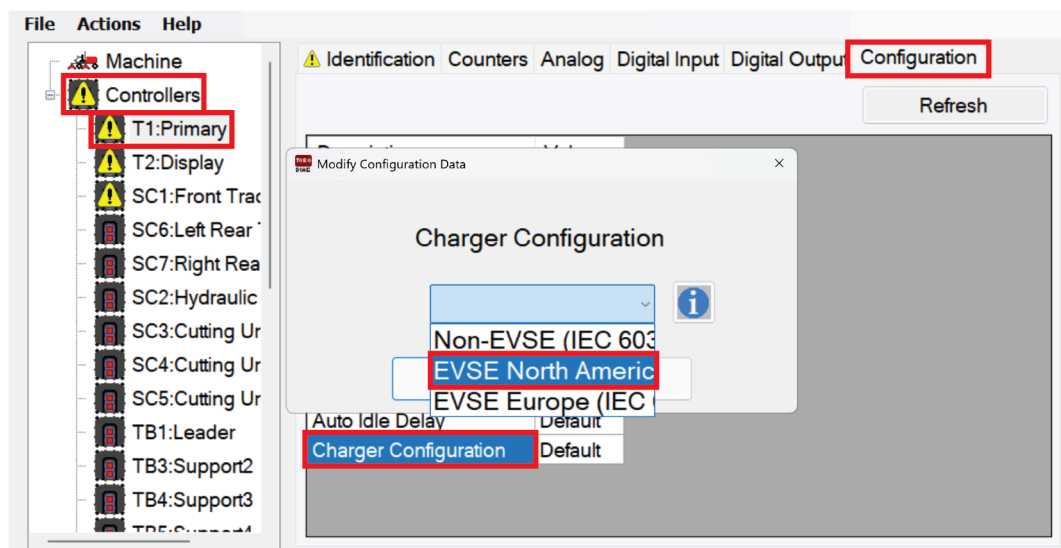

Figura 5
5. A janela **Charger Configuration** (configuração do carregador) surge no ecrã. Selecione a opção **EVSE North America (J1772)** (Figura 5).